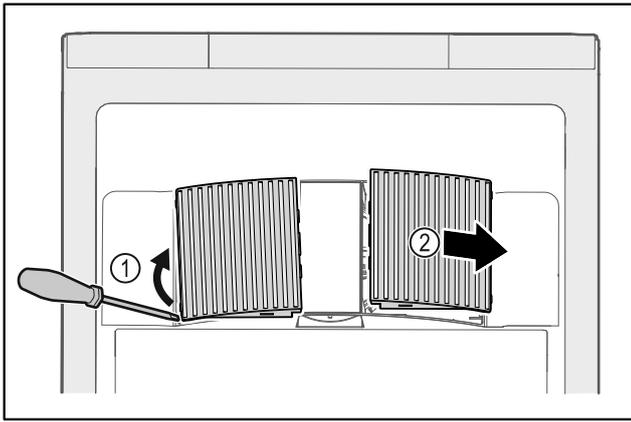

Fig. 141
- ▶ Ventilatorabdeckungen vorsichtig von der Seite heraushebeln Fig. 141 (1) und nach vorne abnehmen Fig. 141 (2).